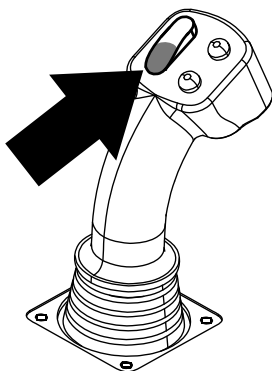

Bild 8
- Halten Sie den unteren Teil des Kippschalters (**Bild 8**), bis der Heber abgesenkt ist, die Nocken sich zur Bedienerstation gedreht haben und die Arme ganz ausgefahren sind (**Bild 9**).